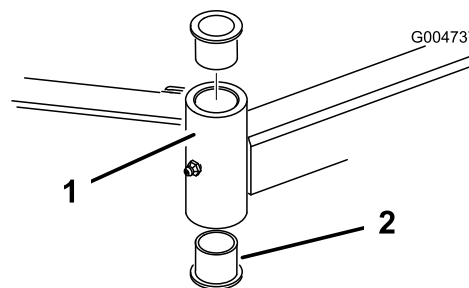

Figure 24
4. Insérez un chasse-goupille dans le haut ou le bas du tube de montage et chassez la bague hors du tube (Figure 24). Chassez ensuite l'autre bague. Nettoyez l'intérieur des tubes de montage.